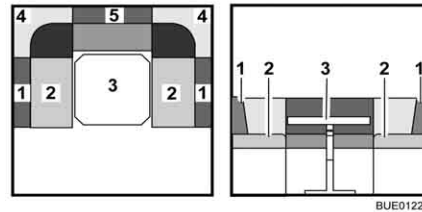

Bild 98 Före ombyggnaden
- Bygg om bordet (Bild 98,3) till sängbotten (se avsnitt 6.12).